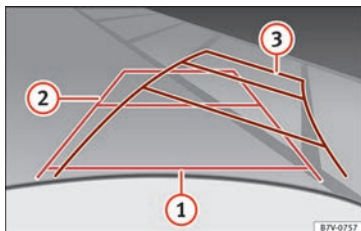

Fig. 217 Pantalla: líneas de orientación del espacio para aparcar detrás del vehículo.
Significado de las líneas de orientación proyectadas en la pantalla » **fig. 217**. Todas las longitudes de las líneas de orientación to-
- Dé marcha atrás lentamente y gire el volante de modo que las líneas amarillas de orientación le guíen hasta el hueco » **fig. 217** 3.